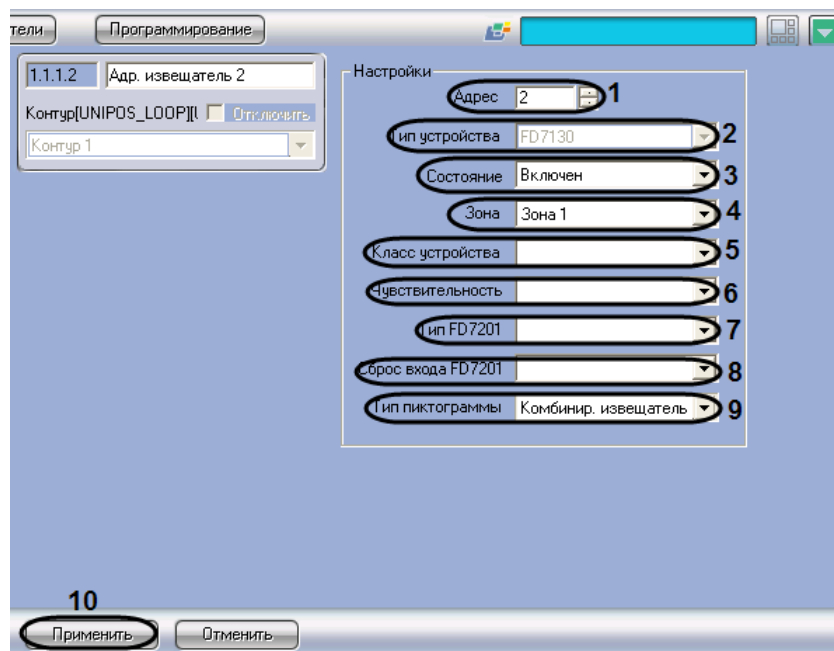

Рис. 3.5-2 Настройка адресного извещателя
1. Перейти на панель настройки объекта **Адр. извещатель** (Рис. 3.5-2).
2. В поле **Адрес** ввести с помощью кнопок **вверх-вниз** адрес извещателя в CAN-сети *ОПС Unipos* (см. Рис. 3.5-2, 1).
3. В поле **Тип устройства** автоматически отображается тип используемого извещателя (см. Рис. 3.5-2, **2**).
4. Из раскрывающегося списка **Состояние** выбрать состояние извещателя (**включен/выключен**) (Рис. 3.5-2, **3**).
5. Из раскрывающегося списка **Зона** выбрать пожароизвещательную зону, к которой требуется отнести пожарный извещатель (см. Рис. 3.5-2, **4**).
6. Из раскрывающегося списка **Класс устройства** выбрать температурный класс пожарного извещателя (см. Рис. 3.5-2, **5**).
7. Из раскрывающегося списка **Чувствительность** выбрать требуемый уровень чувствительности устройства (см. Рис. 3.5-2, **6**).
8. В случае, если устройство имеет тип **FD7201** или **FD7201S**, из раскрывающегося списка **Тип FD7201** выбрать требуемую конфигурацию устройства (контролируемый выход или адаптер) (см. Рис. 3.5-2, **7**).
9. В случае, если устройство имеет тип **FD7201** или **FD7201S**, из раскрывающегося списка **Сброс входа FD7201** выбрать требуемый способ перевода устройства из тревожного состояния в спокойное (ручной или автоматический) (см. Рис. 3.5-2, **8**).
10. Из раскрывающегося списка **тип пиктограммы** выбрать пиктограмму адресного извещателя (см. Рис. 3.5-2, **9**).
11. Для сохранения настроек во внутренней базе данных ПК *ACFA Intellect* нажать кнопку **Применить** (см. Рис. 3.5-2, **10**).